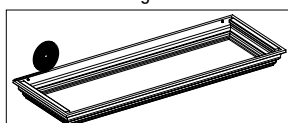

Fig. 12
13. Afin d'éliminer les fuites lumineuses entre la bordure la bordure et le plafond, posez du ruban mousse adhésif sur le bord intérieur de la bordure de bois décorative. Déposez la bordure de bois décorative sur une surface de travail solide, puis retirez la pellicule protectrice du ruban mousse adhésif (I) et appliquez-le sur le bord intérieur de la bordure en commençant par l'un des coins. Appliquez le ruban tout autour de la bordure jusqu'à ce que vous soyez revenu au point de départ. Coupez l'excédent (Fig. 12).